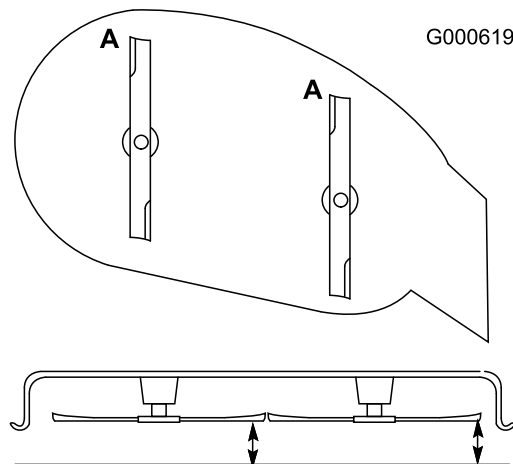

Figura 38
1. Girate le lame fino a disporle in parallelo con la lunghezza della macchina (Figura 38). Misurate da un piano orizzontale fino al tagliente delle lame, posizione A, (Figura 38). Prendete nota di questa misura.